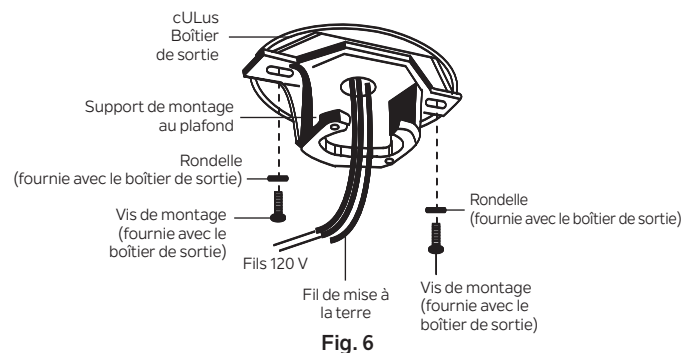

Fig. 6
Étape 3. Faites passer les fils d'alimentation de 120 volts du boîtier de sortie au plafond par le centre du support de montage au plafond. (Fig. 6)
Étape 4. Installez le support de montage au plafond sur le boîtier de sortie à l'aide des vis et rondelles fournies avec le boîtier de sortie. (Fig. 6)